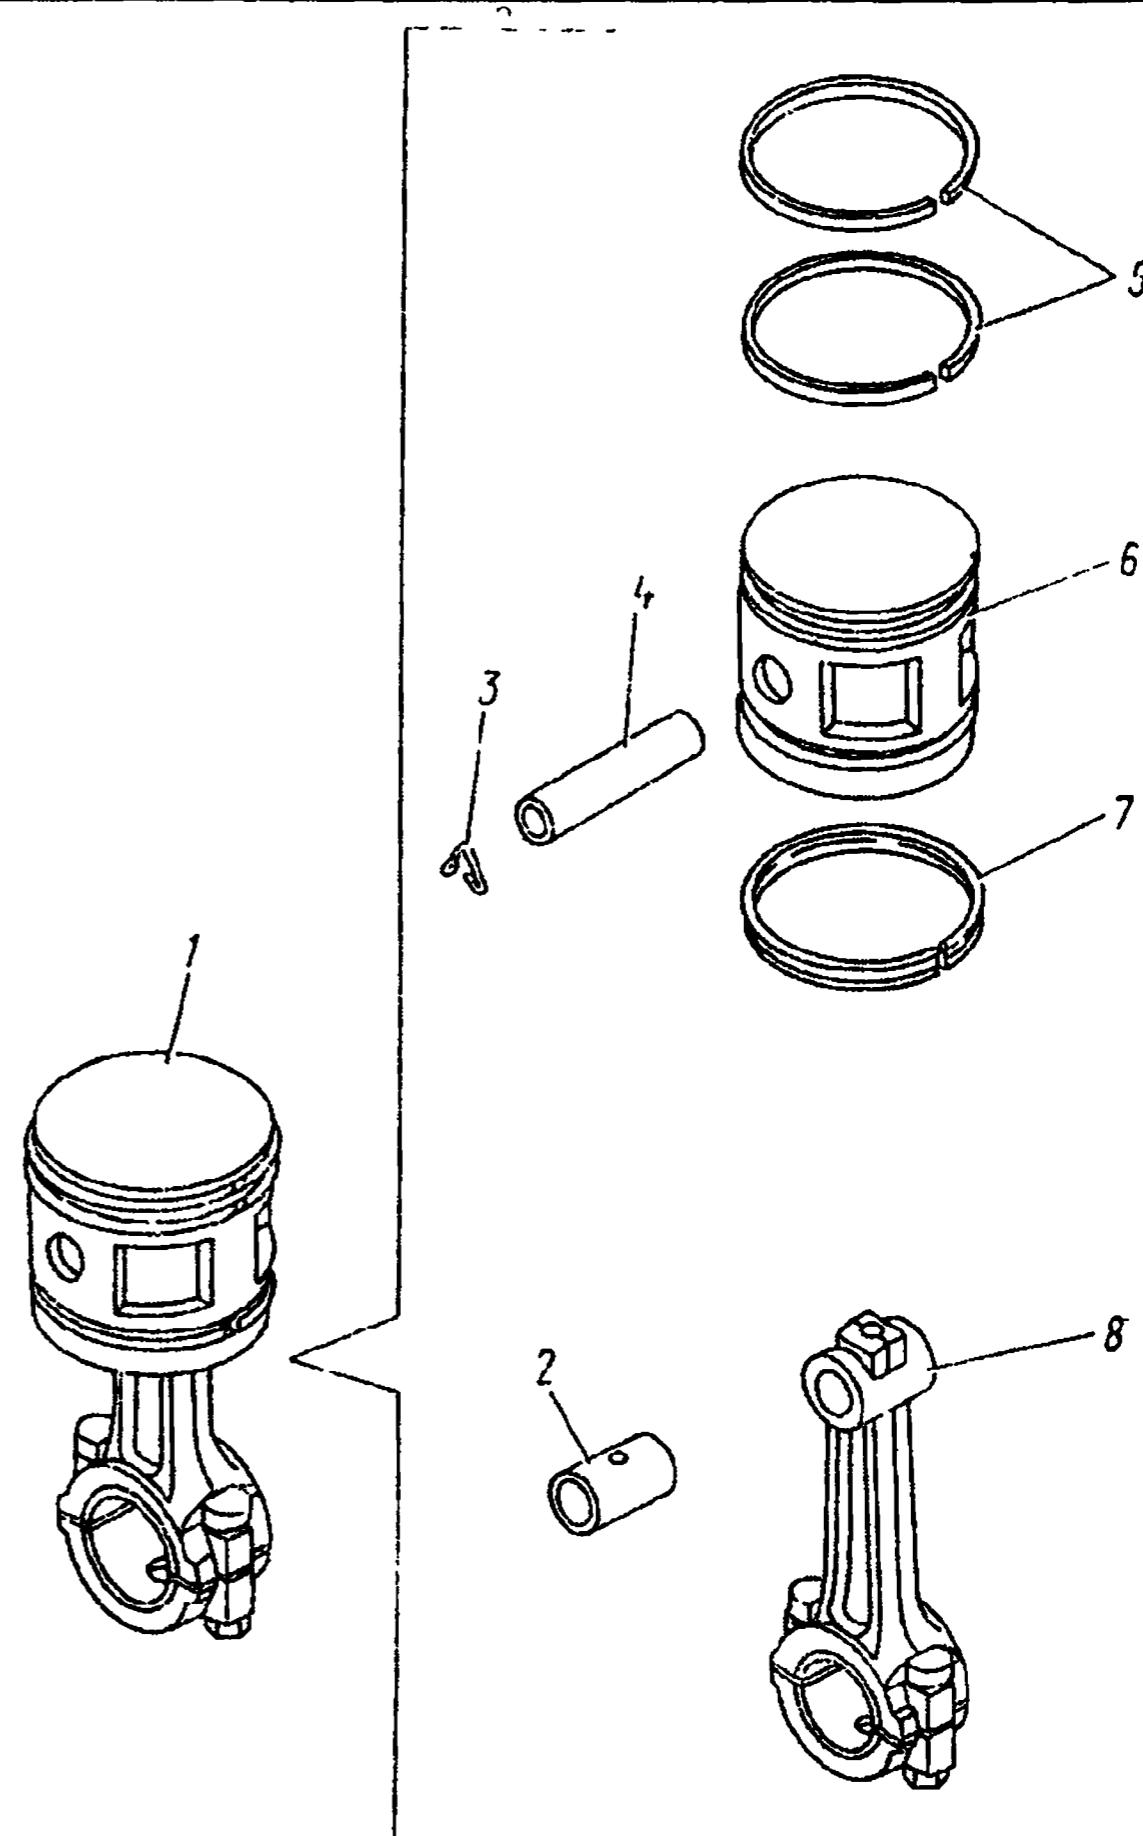

Рис. 287. Поршень с шатуном в сборе:
22. Установите поршень 1 (рис. 287) с шатуном в сборе в тиски	Специальные пассатики И801.22.000-01, И801.23.000-01, выколотка, отвертка